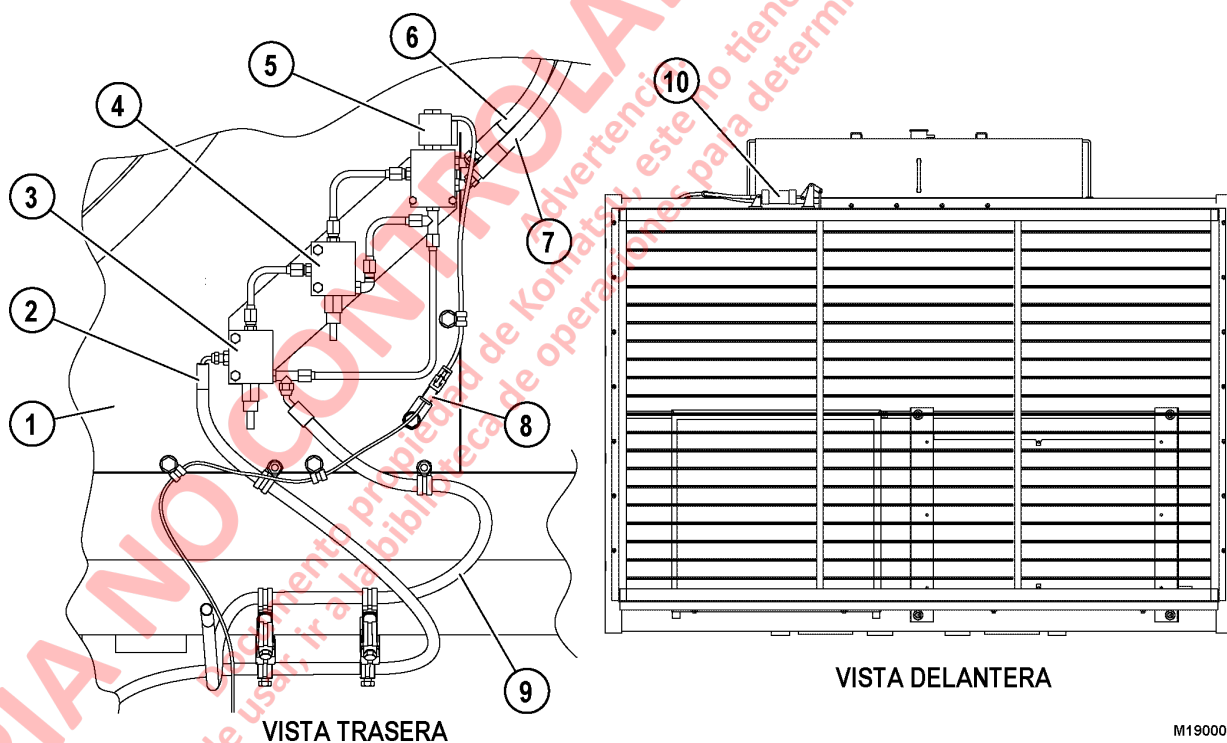

FIGURA 19-1. VÁLVULAS DE SUMINISTRO DE ACEITE DEL CILINDRO ACCIONADOR DE ALETAS
La presión de aceite hidráulico para operar el cilindro del accionador del conjunto de persianas, se suministra desde el circuito de dirección del camión. La manguera (2, Figura 19-1), que está conectada a un acople "T" en el puerto de suministro de la bomba del sistema de lubricación automática, dirige el aceite a la válvula reductora de presión (3). Esta válvula reduce la presión del circuito de dirección de 24 132 kPa (3 500 psi) a 10 342 kPa (1 500 psi). La presión se reduce más aún a 517 kPa (75 psi) por la válvula reductora de presión (4). Esta válvula suministra el aceite a la válvula solenoide de la persiana (5) para presurizar el extremo de la cabeza del cilindro accionador de las persianas (10), el cual cierra las persianas mientras el motor se calienta. Cuando se indica que las persianas están abiertas, la válvula solenoide se desenergizará y el carrete cambiará para dirigir el aceite al extremo del vástago del cilindro accionador. Luego, el aceite vuelve al tanque hidráulico a través de la manguera (9).
La válvula solenoide (5, Figura 19-1) y las válvulas reductoras de presión (3) y (4) en el circuito hidráulico, vienen configuradas de fábrica y no se pueden ajustar. Si la válvula no está operativa, reemplace el conjunto de la válvula completa y el armazón.